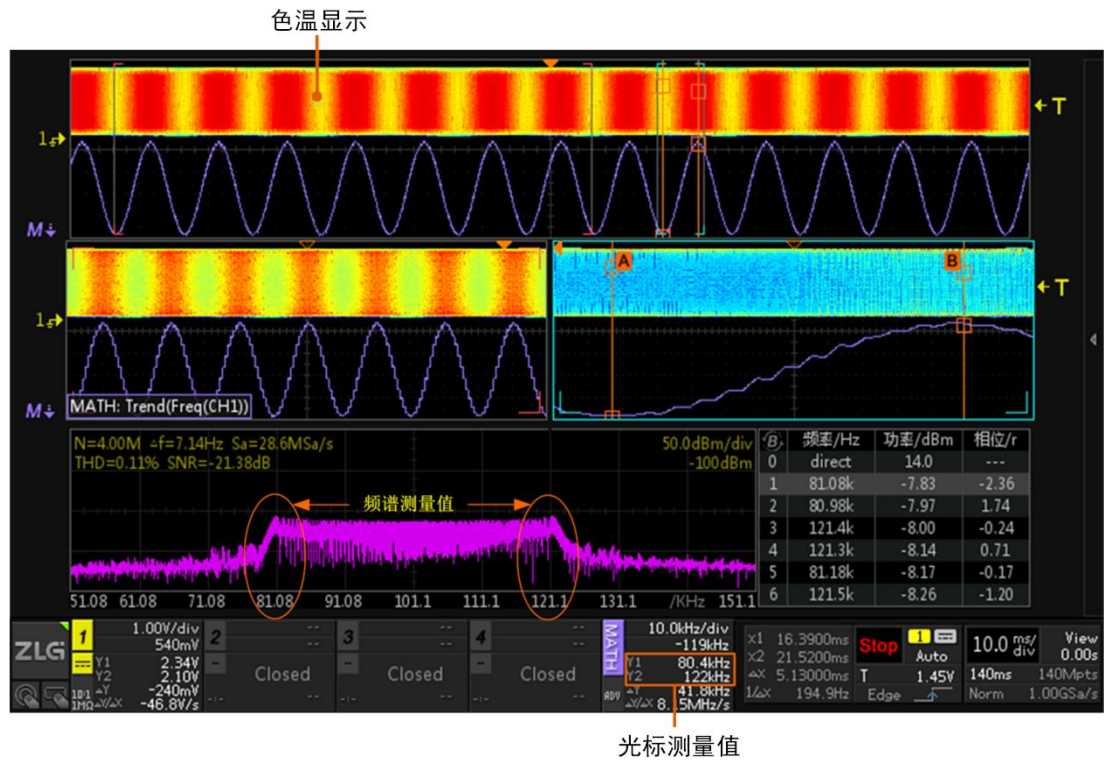

图 17.17 趋势分析效果图
- 开启色温显示可以观察频率的分布情况，如图 17.17 所示，颜色越深出现的概率就越大。
- 点击“缩放模式”进入双 ZOOM 缩放状态，可观察具体的频率变化细节，若想观察信号不同位置的频率情况，可通过光标测量定位波形信号，在屏幕的下方将显示信号的频率值，如图 17.17 所示，可观察到光标测量值与 FFT 分析的频谱分析值是相对应的。